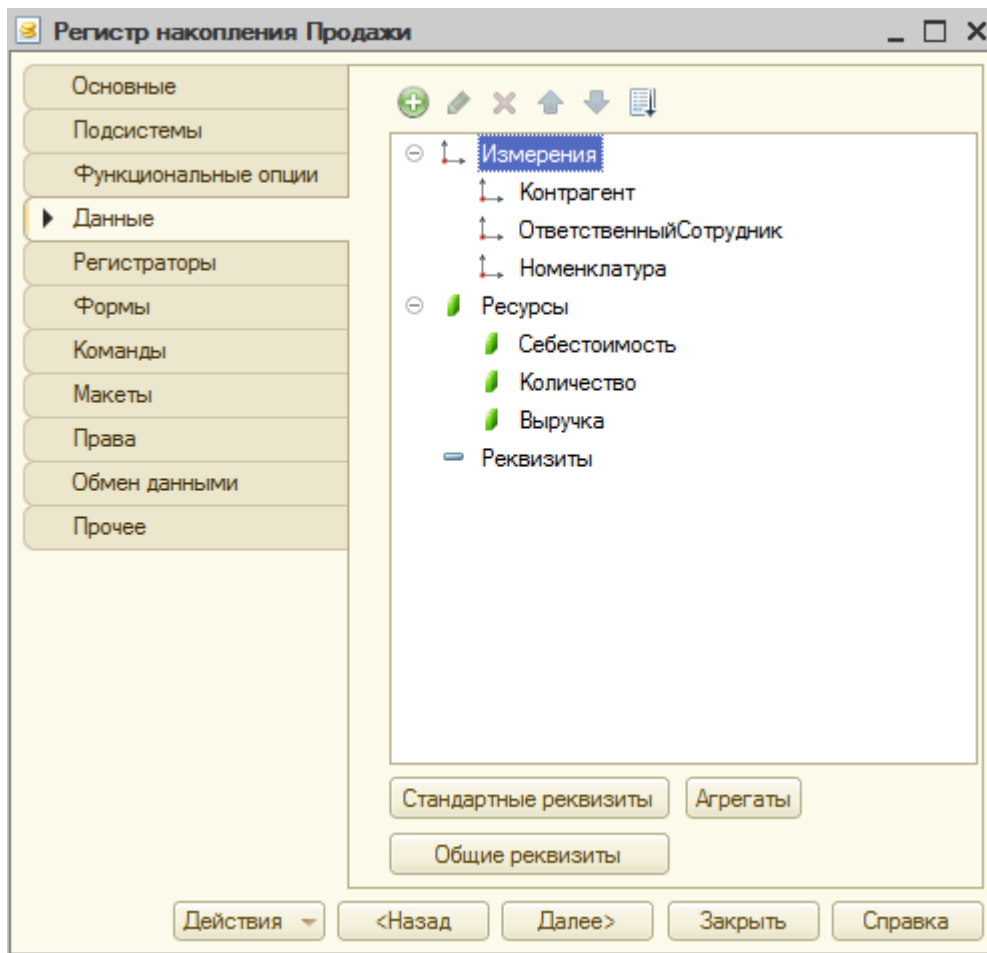

Рисунок 17.2- Кнопка Агрегаты в окне редактирования объекта
2. Для создания агрегатов используется конструктор агрегатов, который можно вызвать, нажав на кнопку **Агрегаты**, расположенную на закладке **Данные** окна редактирования объекта для оборотного регистра накопления, Рисунок 17.2